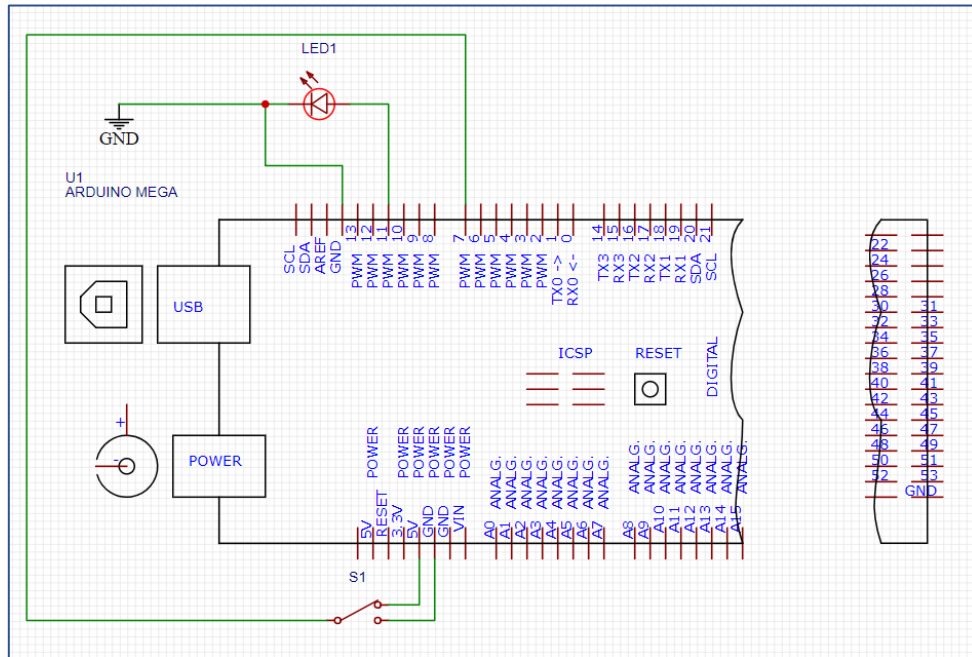

Figura 9 – Esquema elétrico do exemplo de uso da função `digitalRead()`
- O esquema elétrico relativo ao exemplo é apresentado na Figura 9. O esquema evidencia o que não está tão claro no protótipo. Foram